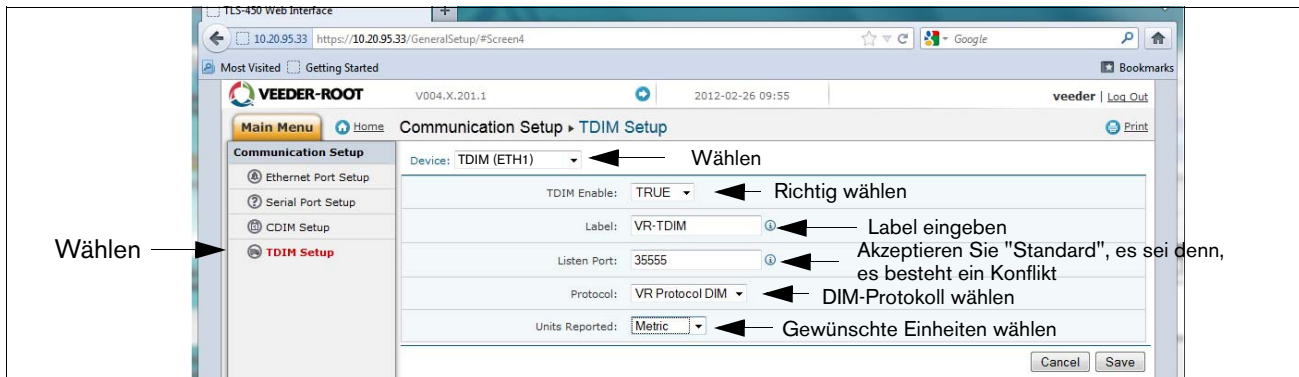

Abbildung A-8. TDIM-Einrichtung
10. Wählen Sie "TDIM"-Setup. Wählen Sie im Dropdown-Menü "TDIM (ETH1)" aus. Wählen Sie in der Dropdownliste "TDIM WST`W FDG7" aus und geben Sie einen Namen ein (maximal 20 Zeichen). Wählen Sie anschließend das verwendete DIM-Protokoll und klicken Sie auf "E ShW". Akzeptieren Sie den Standard-Listen-Port (es sei denn, es besteht ein Konflikt mit einem anderen Gerät) und wählen Sie die gewünschten Einheiten aus (siehe Beispiel in Abbildung A-8.). Klicken Sie anschließend auf die Schaltfläche "E ShW", um diese Einstellungen zu übernehmen.